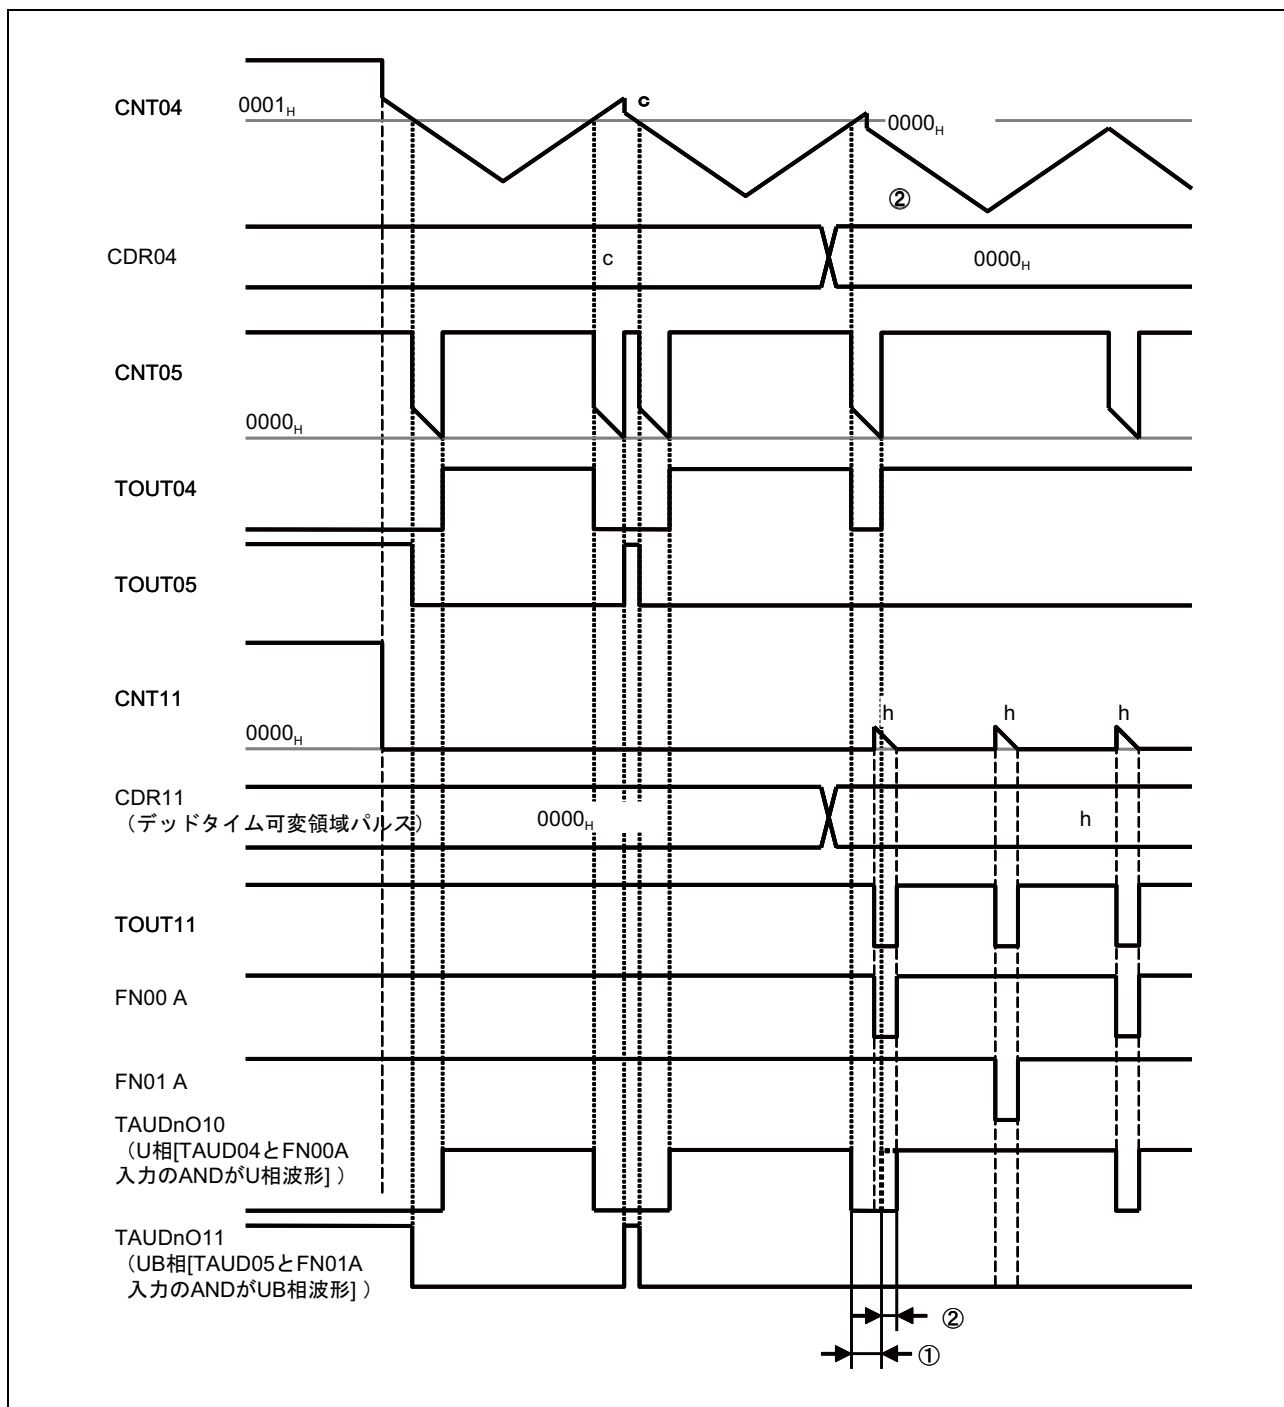

図 29.14 デッドタイム可変領域パルスがデッドタイム付き三角波 PWM 出力に影響した場合
CDR04 へ U 相デューティ 100%設定と同時に CDR11 にデッドタイム可変領域パルス幅の値を設定した場合、図 29.14 ①で示す TOUT04 から出力される最後の PWM に対し、②で示されるデッドタイム可変領域パルスにより、デッドタイムパルス幅が長くなります。そのため、U 相デューティ 100% 設定後、1 周期以上経過した後に CDR11 を設定してください。